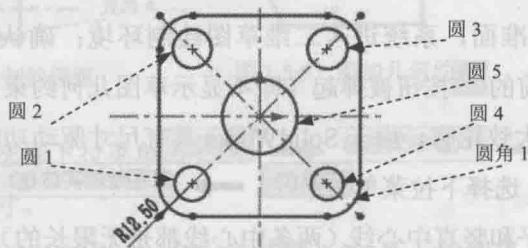

图 1.4.5 绘制的圆
(4) 绘制圆。选择下拉菜单 **工具(T)** → **草图绘制实体(E)** → **圆(C)** 命令, 在图形区中绘制图 1.4.5 所示的圆。
Step4. 添加几何约束。按住 Ctrl 键, 选择图 1.4.5 所示的圆 4 与圆角 1, 系统弹出“属